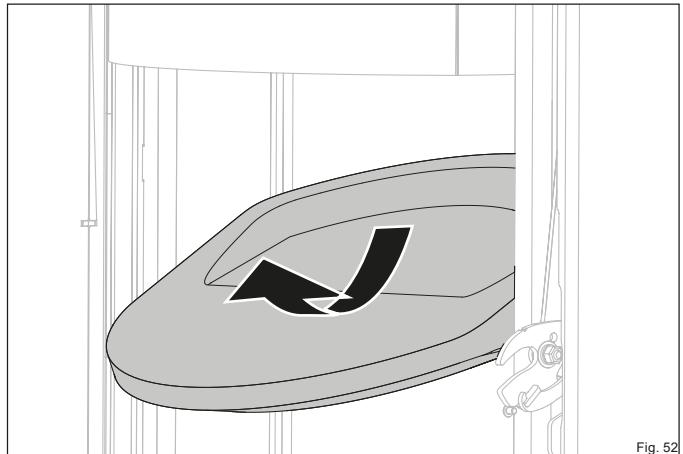

Fig. 52
- Retirez délicatement la pierre thermique supérieur de son support comme indiqué (Fig. 52).